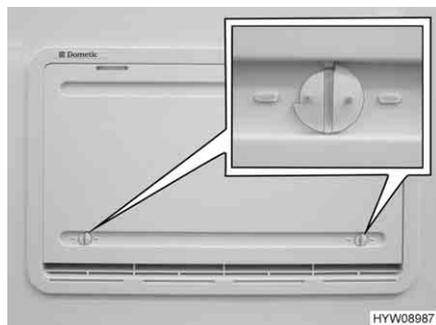

Fig. 219 Copertura invernale
Se il funzionamento del frigorifero avviene a basse temperature esterne, il produttore consiglia l'utilizzo di una copertura invernale (Fig. 219) per la griglia di aerazione del frigorifero.
- Aprire entrambi i bloccaggi (Fig. 219), la scanalatura risulterà orizzontale.